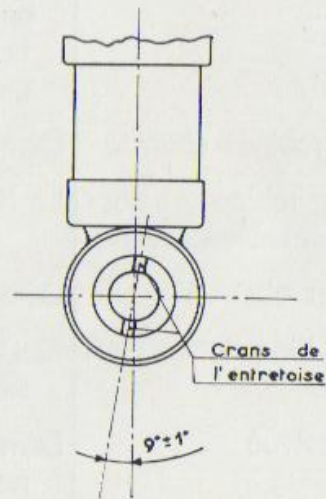

Fig. 80. - Position des crans de l'entretoise.
- Placer l'entretoise (d) entre le poussoir (Rep. 6) et le guide (Rep. 7) - (fig. D) ; prendre bien soin que les crans de celle-ci se placent exactement dans les encoches du poussoir (Rep. 6) et que l'axe de ceux-ci forment un angle de $9^\circ \pm 1^\circ$ par rapport à l'axe de l'amortisseur comme indiqué sur la figure 80.